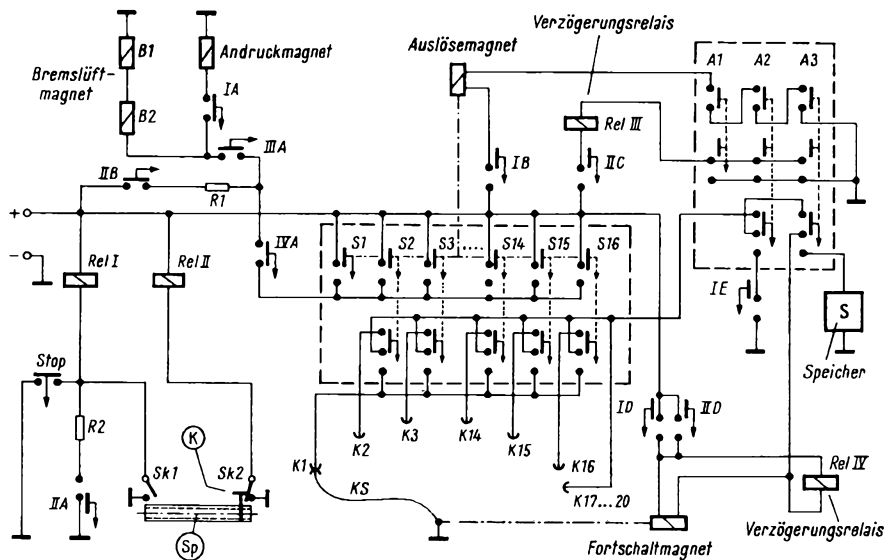

Bild 5. Über den Spurwahlschalter (S 1 bis S 16) ist jede Spur sofort wählbar. Der Speicher S ermöglicht eine Spurvorbereitung in beliebiger Reihenfolge
Bild 5. Der Bandablauf erfolgt durch Antreiben der Aufwickelspule. Da die Bandgeschwindigkeit nicht konstant sein muß, kann die Antriebsrolle direkt auf die Aufwickeltrommel wirken
Das Gummireibrad wird nach Bild 5 durch einen Zugmagneten eingekuppelt. Dieser Steuervorgang bewirkt gleichzeitig, daß auch der Ton- und der Löschkopf mit definierter Kraft an das Band angedrückt werden.
In Bild 5 ist eine spezielle Ausführungsform des Magnetbandspielers dargestellt.
Als wesentliche Ergänzung ist hierbei die in Bild 3 gezeigte Stufenscheibe (10) starr mit einer Zahnscheibe (19) verbunden, die in Verbindung mit einem Fortschaltmagneten (18) die Stufenscheibe weiterbewegt. Gleichfalls damit verbunden ist eine Kontaktscheibe, die mit einem Schleifkontakt versehen ist. In Bild 5 ist die Zahnscheibe nur durch den Schleifkontakt (KS) angedeutet. Er wird beim Drehen der Scheibe an den feststehenden Kontakten (K 1 bis K 20) vorbeigeführt. Diese Kontakte sind so angeordnet, daß jeder Stufe der Stufenscheibe ein Kontakt gegenübersteht, der seinerseits dann mit dem Spurwahlschalter (S 1 bis S 16) verbunden ist. Die Kontakte K 17 bis K 20 erfüllen dabei den Zweck, die Stufenscheibe über die bereits erwähnte Steigung hinwegzudrehen, die die oberste und unterste Stufe direkt verbindet.